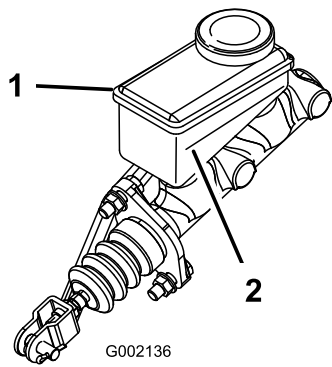

Bild 55
3. Lesen Sie den Flüssigkeitsstand am Stutzen an der Seite des Behälters ab (Bild 55).
- B. Füllen Sie DOT 3-Bremsflüssigkeit in den Behälter, bis der Füllstand über der Minimum-Markierung liegt (Bild 55).